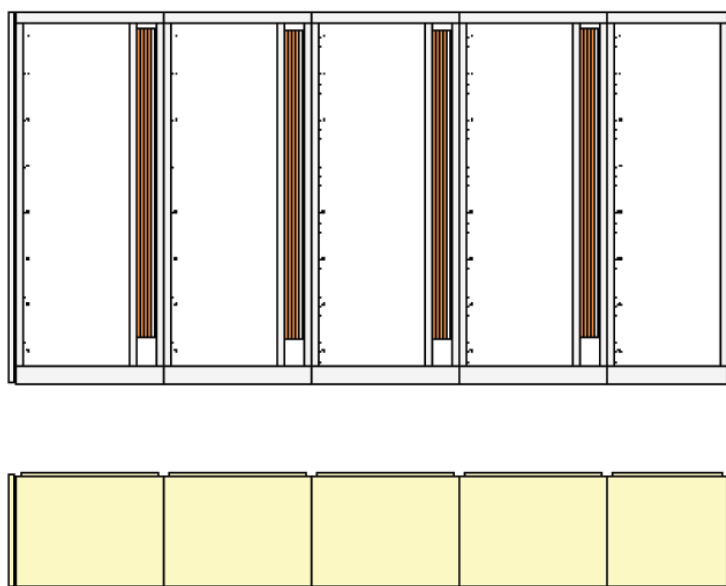

Рис. 116
32) Перетаскиваем вертикальные силовые шины и располагаем их в кабельных каналах (рис. 116).